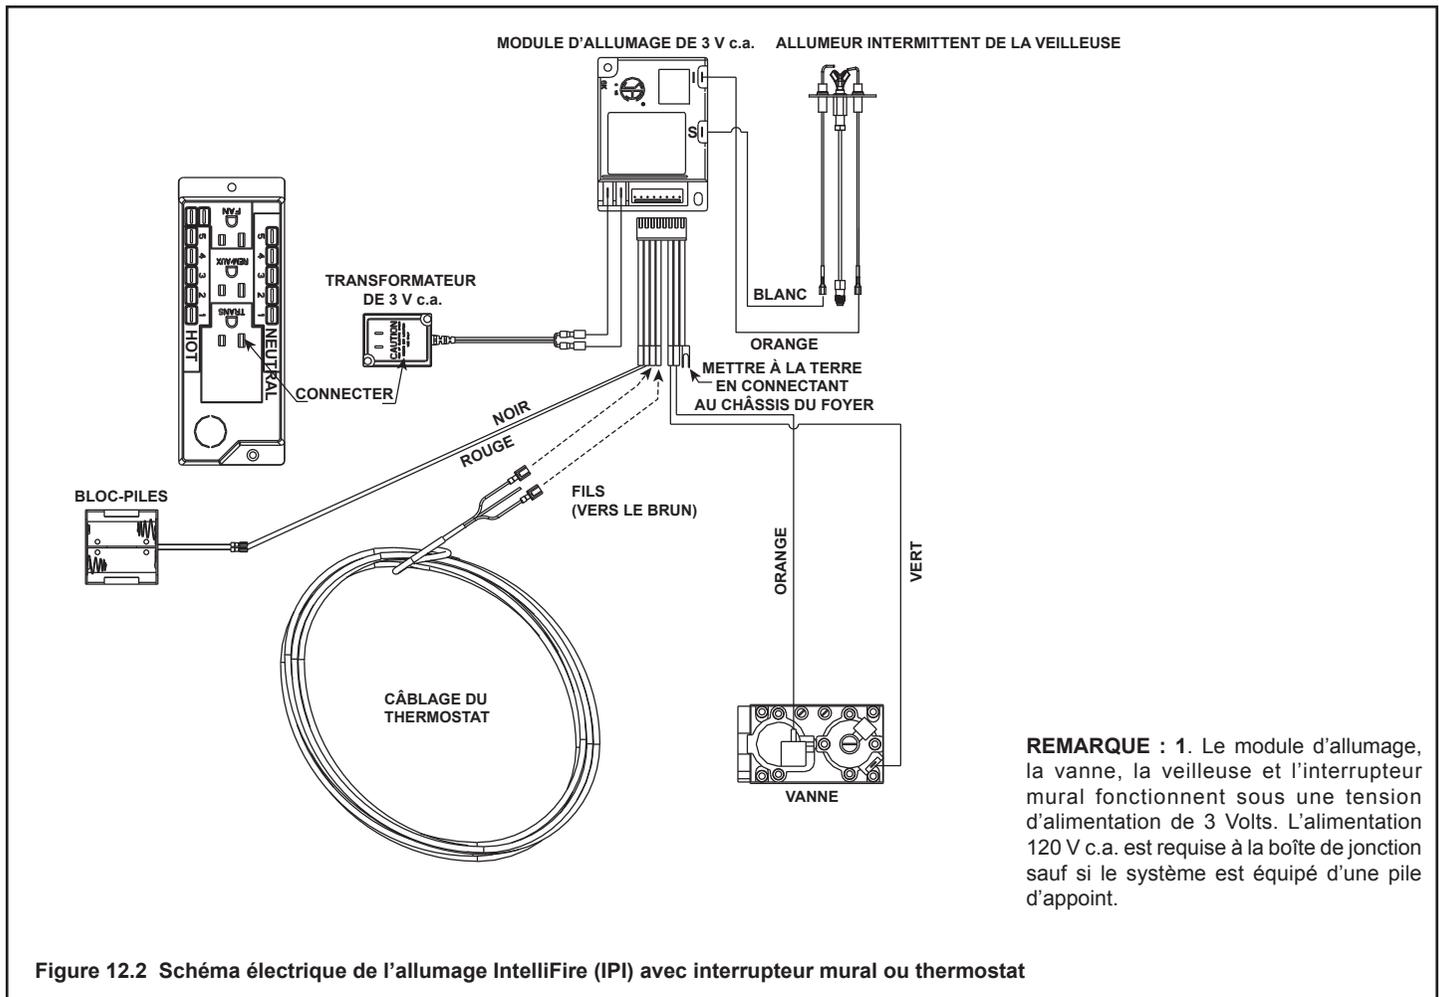

Figure 12.2 Schéma électrique de l'allumage IntelliFire (IPI) avec interrupteur mural ou thermostat
- Reportez-vous à la Figure 12.2, schéma de câblage du système d'allumage par veilleuse IntelliFire (IPI).